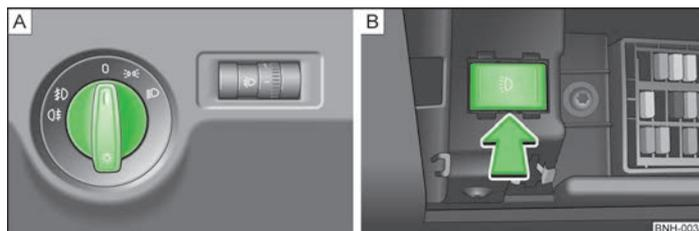

Fig. 18 Cuadro de interruptores: Conmutador de luz/cajón de fusibles: Conmutador para luz de marcha diurna
En los vehículos con **dirección a la derecha**, la disposición de los interruptores se diferencia en parte de la » fig. 18 de la página 34 disposición mostrada. No obstante, los símbolos que marcan las posiciones de los interruptores son iguales.
- Girar el conmutador de luces » fig. 18 - A a la posición »«.
- Girar el conmutador de luces » fig. 18 - A a la posición »D.
- Girar el conmutador de luces » fig. 18 - A a la posición 0.
Girar el conmutador de luces » fig. 18 de la página 34 - **A** a la posición 0.
- » Pulsar la tecla » fig. 18 de la página 34 - **B** a la derecha.
- » Pulsar la tecla » fig. 18 de la página 34 - **B** a la izquierda.
- Girar el conmutador de luces » fig. 18 de la página 34 - a la posición y bloquear el vehículo.